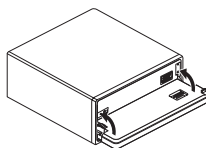

Fig. 12
3. Ruotare i supporti nelle posizioni verticali. (Fig. 12)